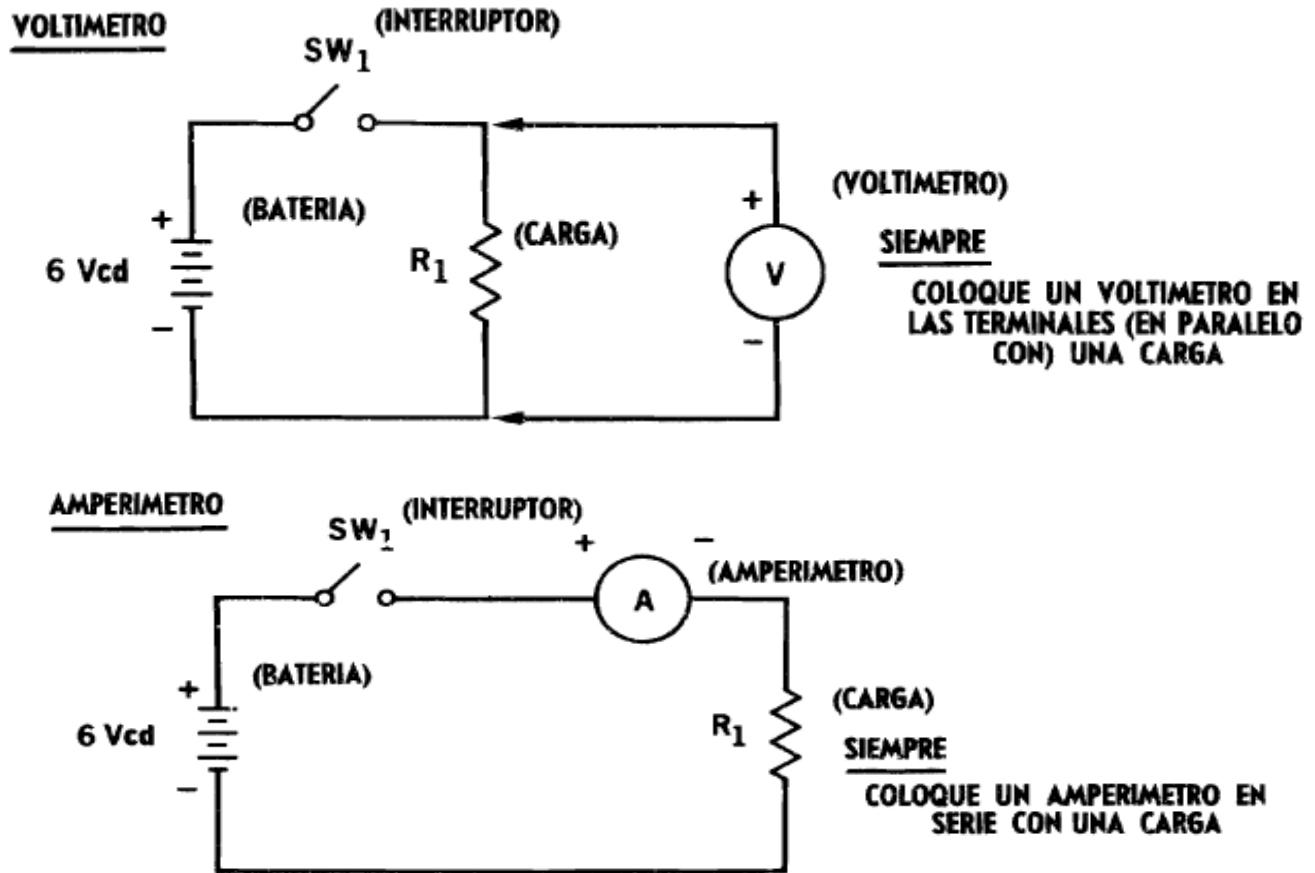

Figura 1.2
4. Observe la figura 1.2 para ver cómo se conectan los medidores. Con ayuda del instructor, establezca los circuitos anteriores usando la fuente de energía en lugar de la batería de seis volts que se muestra. Fomente el hábito de conectar la terminal central del interruptor (brazo del interruptor) a la fuente de energía.